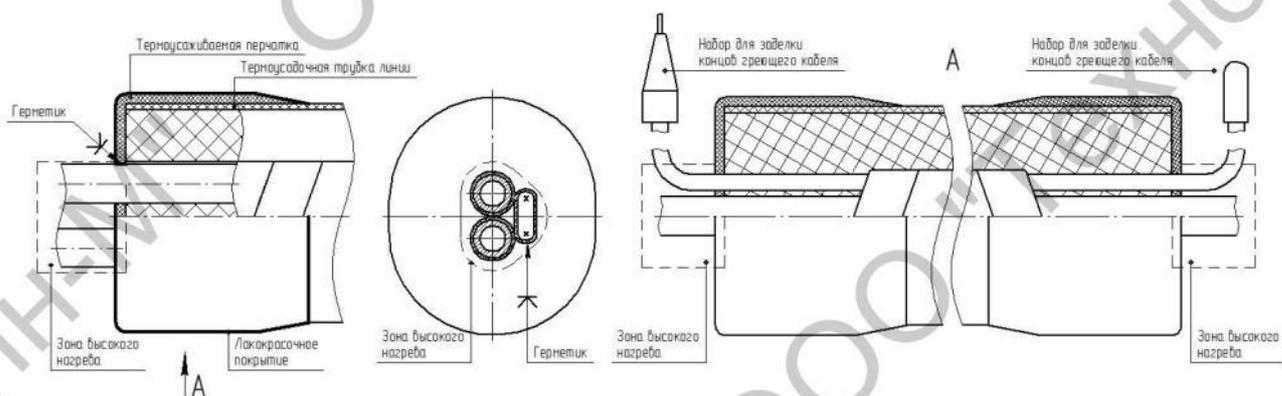

Рисунок 8 - Монтаж комплекта ТДМ-ТИЛ-Э-Ех-КЗиГКЛ с использованием термоусаживаемой перчатки.
1. Конец линии зачистить от внешнего слоя изоляции из базальтовых шнуров на необходимую для монтажа величину (см. рисунок 8).